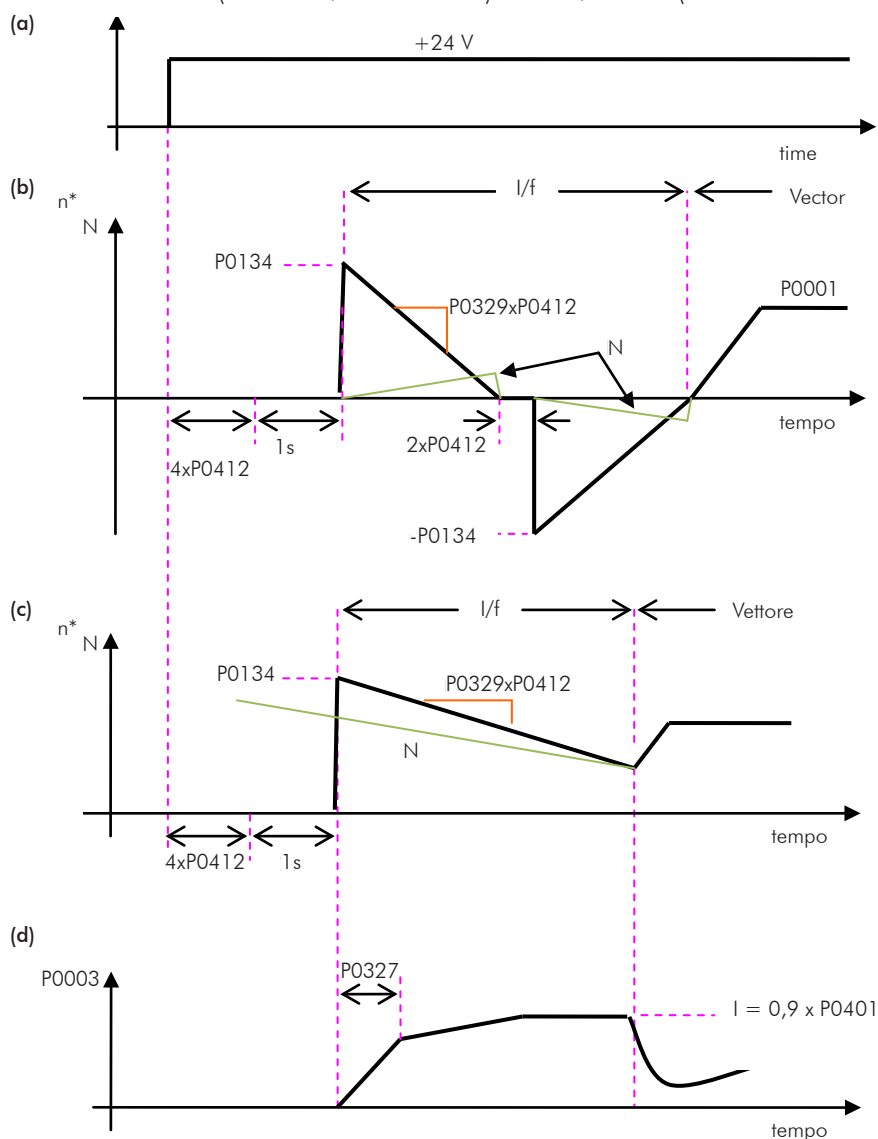

Figura 12.6 - Da (a) a (d) - Influenza di P0327 e P0329 durante il Flying Start (P0202 = 3)
Il comportamento della funzione Flying Start (FS) in modalità senza sensore durante l'accelerazione e la riaccelerazione può essere compreso dalla Figura 12.6.
La Figura 12.6 (b) mostra il comportamento del riferimento di velocità quando la funzione FS viene avviata con l'albero motore fermo e un valore ridotto (non ottimizzato) per P0329.
La Figura 12.6 (c) mostra il riferimento di velocità quando la funzione FS viene avviata con l'albero motore già in funzione nella direzione desiderata o con l'albero fermo e un parametro P0329 già ottimizzato.